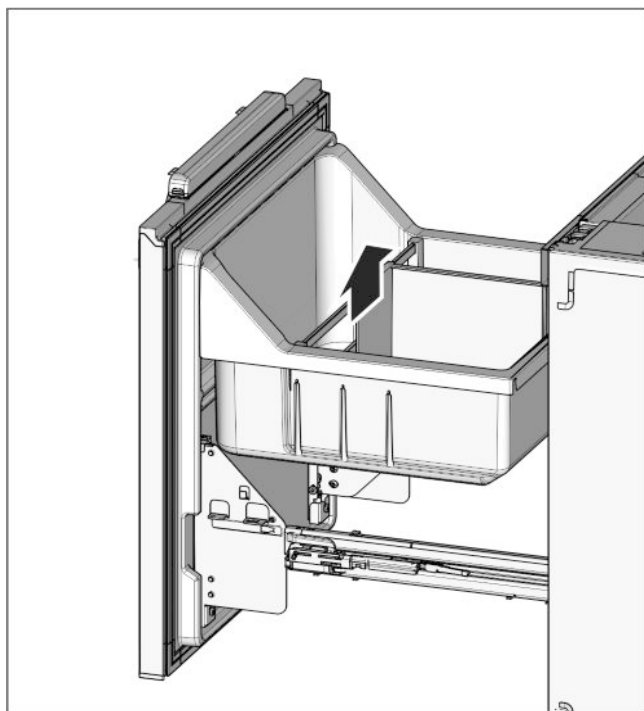

Fig. 24
- ▶ Replacer le porte-bouteilles Fig. 24 (32) et le bac à légumes Fig. 24 (31).